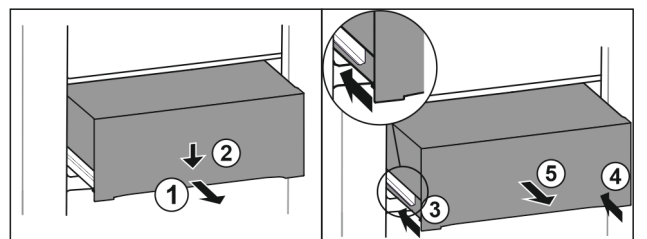

Fig. 91
- ▶ Extrageți pe jumătate sertarul. Fig. 91 (1)
- ▶ Apăsați în jos sertarul pe partea frontală. Fig. 91 (2)
- ▶ Inșerați șina stângă aproximativ 2 cm. Fig. 91 (3)
- ▶ Inșerați șina dreaptă aproximativ 2 cm. Fig. 91 (4)
- ▶ Extrageți sertarul spre înainte. Fig. 91 (5)